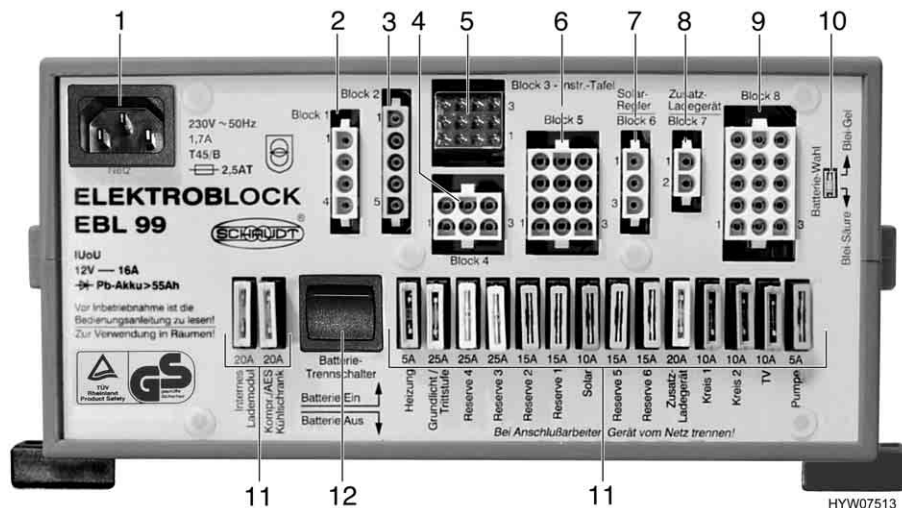

Fig. 36 Bloc électrique EBL 99
- ▷ Afin de couper entièrement l'installation de la cellule du courant, activer l'interrupteur-séparateur de batterie (Fig. 36,12) du bloc électrique sur "Batterie Aus" (batterie arrêt).
Emplacement Le bloc électrique (Fig. 36) se trouve sous le siège passager dans la console du siège.
L'interrupteur-séparateur de batterie (Fig. 36,12) coupe tous les consommateurs à 12 V de la cellule, y compris la valve de sécurité et de vidange. Ceci permet d'éviter une décharge lente de la batterie de cellule lorsque le camping-car reste inutilisé pendant une longue période (p. ex. immobilisation temporaire).
Le chargeur intégré dans le bloc électrique peut être réglé avec le sélecteur de batterie (Fig. 36,10) quant au type de batterie montée dans le véhicule : "plomb-gel" ou "plomb-acide".
- Régler le sélecteur de batterie (Fig. 36,10) avec un objet fin, p. ex. avec une mine de stylo.
Les appareils électriques branchés sur l'alimentation 12 V de la cellule sont protégés par des fusibles séparés. Les fusibles se trouvent dans le compartiment moteur, près de la batterie de cellule et sont accessibles par le bloc électrique (Fig. 36).